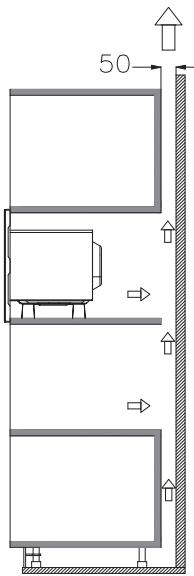

Fig. 4
d) Utilizați șuruburile din ambalajul pieselor pentru a fixa cuporul cu microunde în dulap. (Fig. 4)